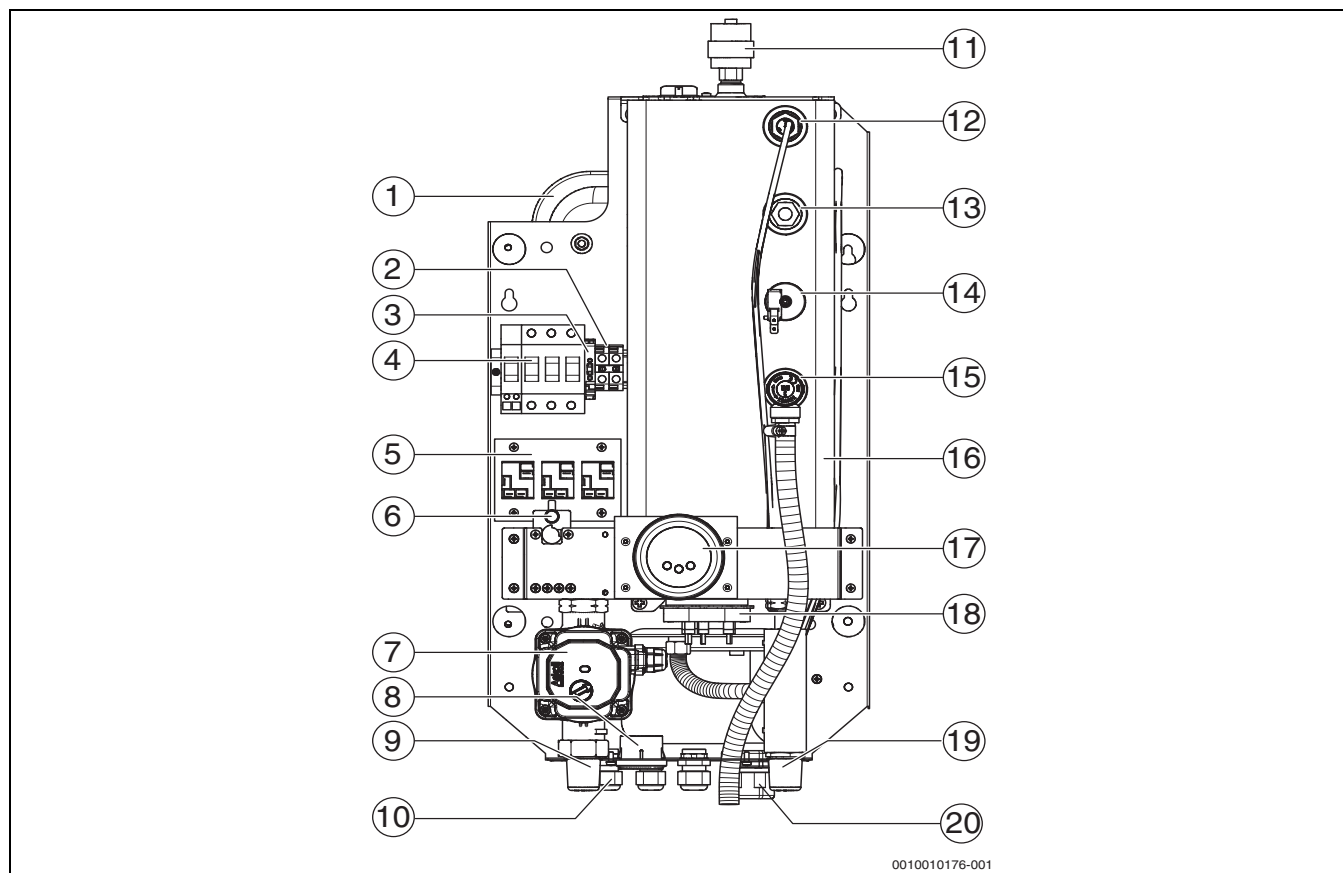

Fig. 1 Elemente funcționale ale cazanului Tronic Heat 3500 4-12 kW
- Nu închideți niciodată supapa de siguranță. (→ Fig. 1, pag. 7, [15])